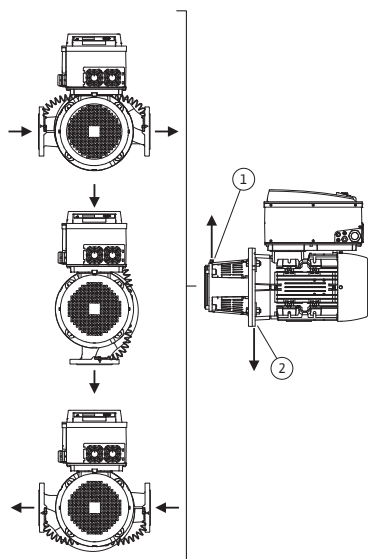
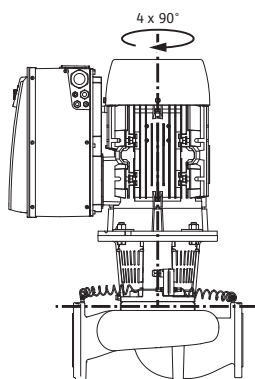

Fig. 18 : Positions de montage autorisées avec arbre de moteur horizontal
Fig. 19 : Positions de montage autorisées avec arbre de moteur vertical
Les positions de montage autorisées avec arbre de moteur horizontal et module électronique vers le haut (0°) sont représentées sur la Fig. 18. Les positions de montage autorisées avec module électronique monté latéralement (+/- 90°) ne sont pas représentées. Toute position de montage sauf « Module électronique vers le bas » (- 180°) est autorisée. La purge de la pompe n'est assurée que si la soupape d'échappement pointe vers le haut (Fig. 18, pos. 1). Seule cette position (0°) permet d'évacuer les condensats par les orifices existants, la lanterne de pompe et le moteur (Fig. 18, pos. 2). Pour ce faire, retirer le bouchon de la bride du moteur.
Les positions de montage autorisées avec arbre de moteur vertical sont représentées sur la Fig. 19. Toutes les positions de montage sont autorisées, position « Moteur vers le bas » exceptée.
- La soupape d'échappement sur la lanterne (Fig. 6, pos. 1.31) doit toujours pointer vers le haut pour un arbre de moteur horizontal (Fig. 6a: et Fig. 6b:). Si l'arbre de moteur est vertical, toutes les orientations sont autorisées. Voir à ce propos également Fig. 18 : « Positions de montage autorisées avec arbre de moteur horizontal », page 151 ou Fig. 19 : « Positions de montage autorisées avec arbre de moteur vertical », page 151.
- En cas d'arbre de moteur à l'horizontale, la position vers le bas de l'orifice de condensation est obligatoire (Fig. 18, pos. 2). Le cas échéant, il faut tourner le moteur en conséquence.